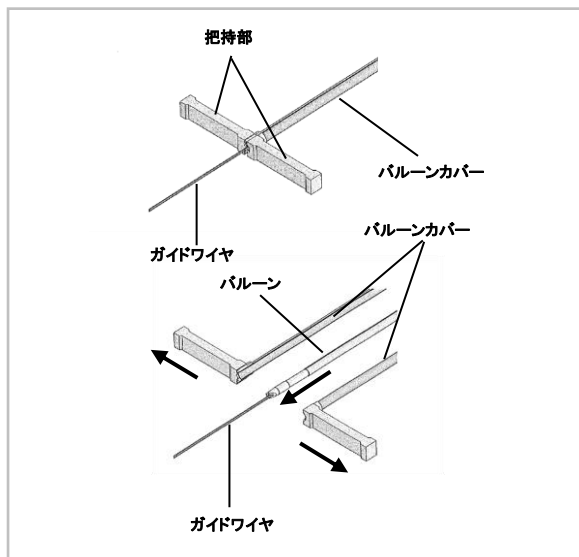
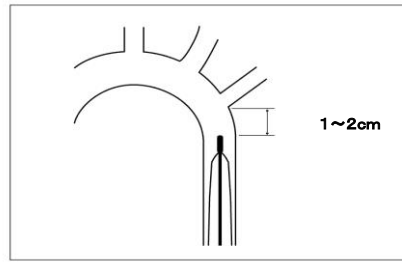

図 3. ピールオフバルーンカバー
図 4. バルーン先端位置
(13) IAB カテーテル体内挿入直前に、ピールオフバルーンカバーの先端把持部を持ち、ゆっくり裂きながら IAB カテーテルを体内に挿入する。(図 3 参照)	(13) IAB カテーテル体内挿入直前に、ピールオフバルーンカバーの先端把持部を持ち、ゆっくり裂きながら IAB カテーテルをシースに挿入する。(図 3 参照)
(14) IAB カテーテルの挿入部に近いところをやさしくつかみながら、分岐部のルアーロックからガイドワイヤが出てくるまで、ガイドワイヤに沿って IAB カテーテルを進める。カテーテルのキンクを防止するため、IAB カテーテル挿入が完了するまで IAB 挿入部から 2~3cm 以内のところをつかみ短いストロークで挿入する。	(14) バルーン部がシースを通過したら、分岐部のルアーロックからガイドワイヤが出てくるまで、ガイドワイヤに沿って、IAB カテーテルを進める。カテーテルのキンクを防止するため、IAB カテーテル挿入が完了するまで IAB 挿入部から 2~3cm 以内のところをつかみ短いストロークで挿入する。
(15) X 線透視装置にてガイドワイヤ先端とバルーン先端を確認しながら、ガイドワイヤに沿って IAB カテーテルを進めバルーンの先端を大動脈弓部の直下に位置させる。(図 4 参照)
(16) 手順(17)に進む。	(16) バルーン部が全てシースから出たことを以下の要領で確認する。カテーテルの深度マーカー(バルーンに一番近い巾広のマーカー、またはそれ以降のマーカー)がシース内に入っていること。
(17) IAB カテーテルの位置を決めたら、ガイドワイヤを抜去する。
(18) 三方活栓と血圧モニタリングラインをカテーテルのセントラルルーメン後端に接続する。血液を 3mL 吸引した後、IAB カテーテルのセントラルルーメンを 3~5mL の滅菌生理食塩水でフラッシュする。
(19) 標準的な持続注入機構の付いた圧力モニタリングセットと、血圧モニタリングラインを接続する。